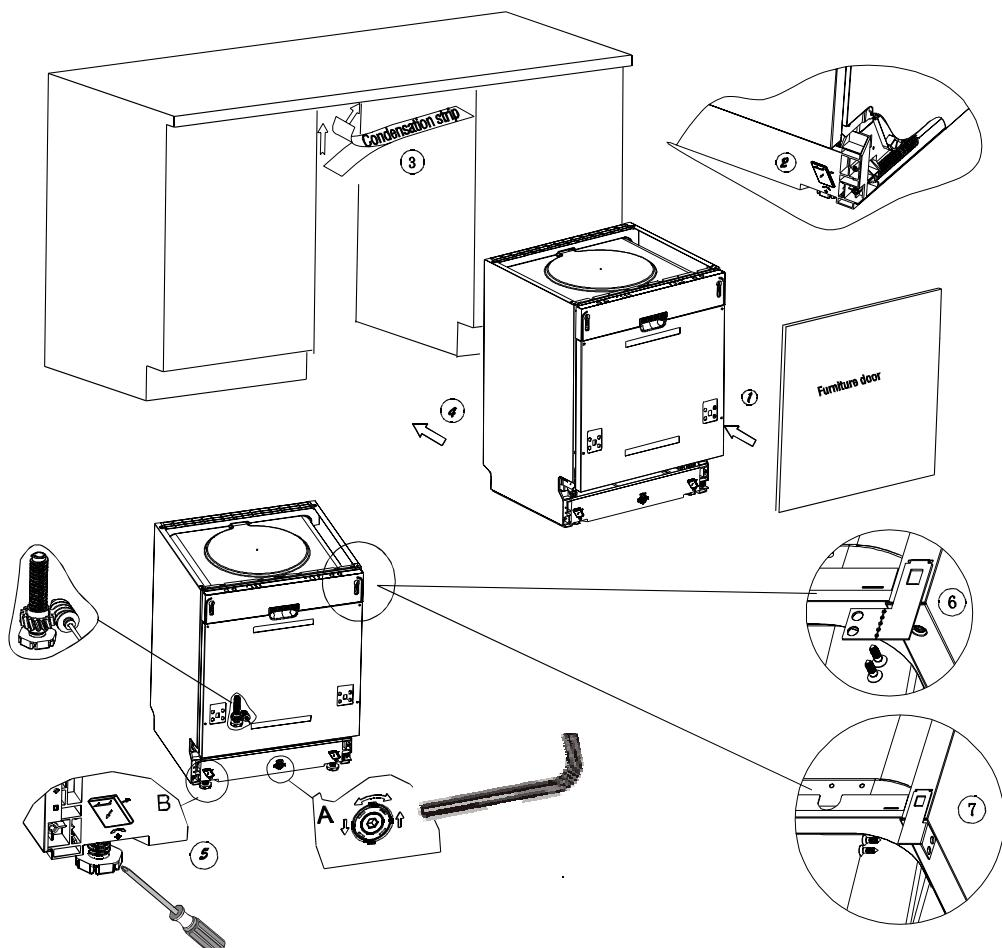

Рис. 7. Последовательность установки посудомоечной машины
1. Используя скобы, прикрепите декоративную дверцу от вашей мебели к дверце машины (см. п. 1 на рис. 7).
2. Отрегулируйте натяжение пружин дверцы при помощи торцевого ключа, поворачивая его по часовой стрелке для натяжения пружины и против часовой стрелки для того, чтобы ослабить пружины дверцы. Невыполнение данной операции может привести к повреждению посудомоечной машины (см. п. 2 на рис. 7).
6. Поместите посудомоечную машину на направляющие (см. п. 4 на рис. 7).
9. Выровняйте машину. Задние ножки можно регулировать винтами, расположенными спереди (см. п. 6а на рис. 7). С помощью ключа отрегулируйте передние ножки (см.п. 6в на рис. 7).
- A. Если у Вас столешница из дерева или ДСП, прикрутите машину к ней шурупами по дереву, будьте осторожны, вес машины может вырвать шурупы из дерева (см. п. 7 на рис. 7).
- B. Если у Вас мраморная или гранитная столешница используйте скобы, чтобы прикрепить машину к стенам соседней мебели, при этом необходимо закрыть винты резиновыми шляпками, чтобы не повредить столешницу (см. п. 8 на рис. 7).
2. Машина разработана так, чтобы пользователь мог регулировать ножки, используя винты в передней части (см. рис. 7).